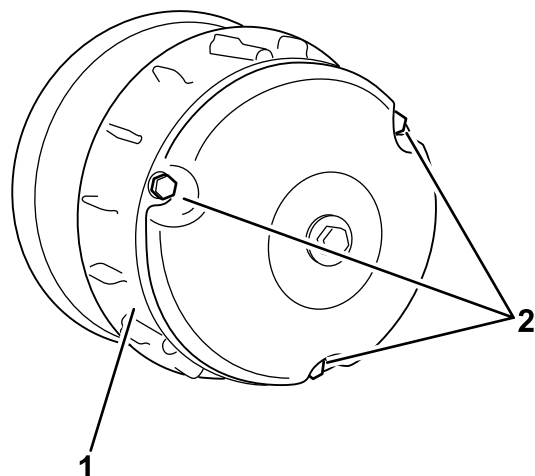

Figure 64
2. Retirez les 3 boulons qui fixent le couvercle de l'embrayage et déposez le couvercle (Figure 64).
4. Posez le couvercle d'embrayage et fixez-le avec les 3 boulons (Figure 64) que vous avez retirés à l'opération 2.